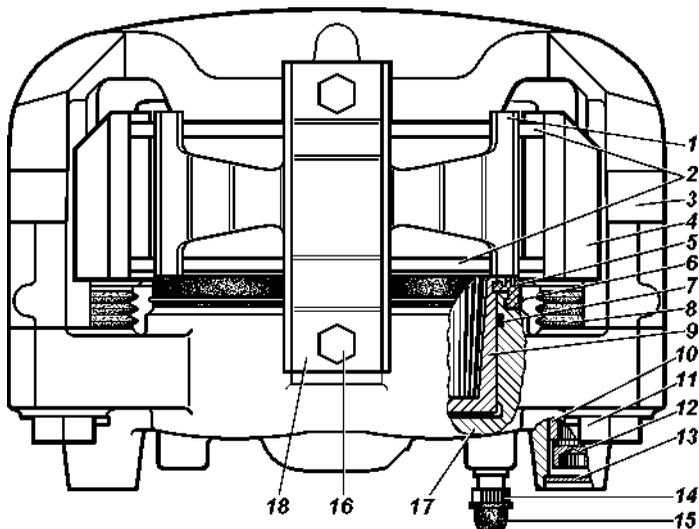

Рис. 9.28. Передние дисковые тормоза:
**Дисковые тормозные механизмы передних колес.** Для осмотра тормозных колодок 2 (рис. 9.28) установите автомобиль на горизонтальной площадке, затормозите стояночным тормозом. Осмотр колодок проводите через окно в суппорте 4. Если фрикционные накладки изношены до толщины 1,5-2,0 мм,